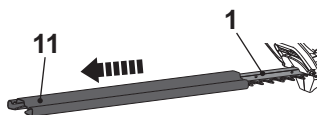

Fig. 1
1. Retire la cubierta de la cuchilla (11). del dispositivo de corte (cuchilla) (1) antes del funcionamiento (Fig.1)
2. Guarde la cubierta de la cuchilla (11) de forma segura.